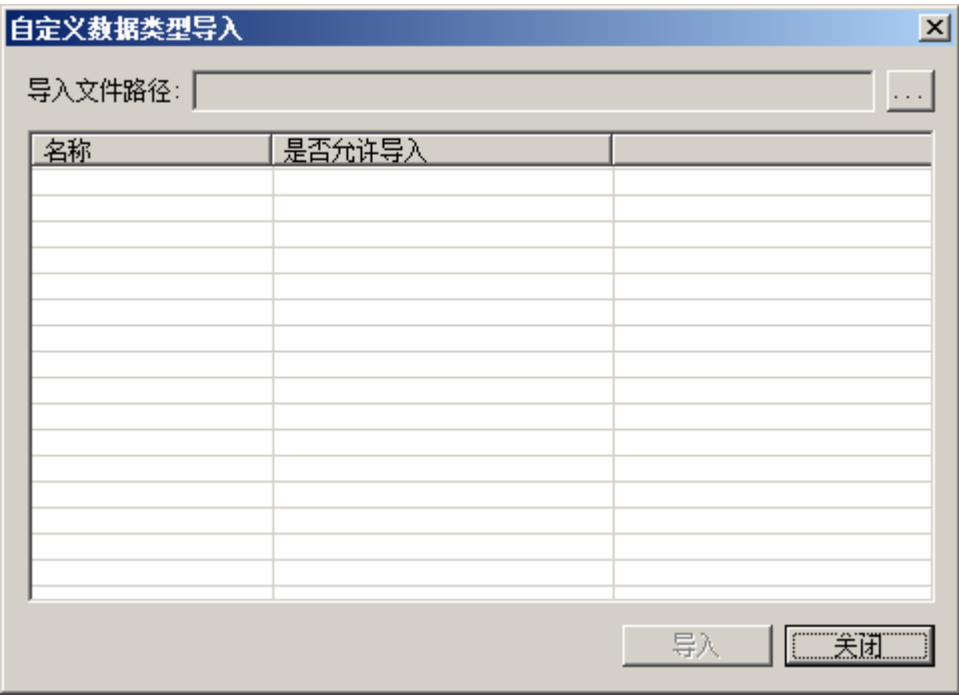

图 6-3 自定义数据类型导出
- 1. 右键点击“自定义数据类型”，在右键菜单中选择“导入”，弹出如图 6-3所示界面。
3. 若导入的文件中包含的数据类型与工程中的重名，则会在如图 6-3所示界面中显示不允许导入及其原因。若没有问题，则“导入”按钮使能，点击“导入”即可。